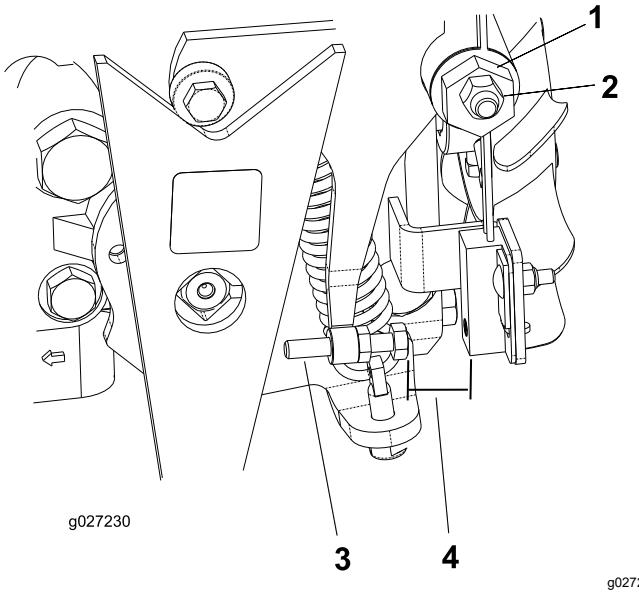

図 34
4. トランクション調整カムのロックナットをゆるめる(図34)。
5. エンジンを始動し、カム図34を左右に回してニュートラル位置の中心に合わせる。
3. ねじを回して、すき間を 0.8-2.3 mm に調整する図34。